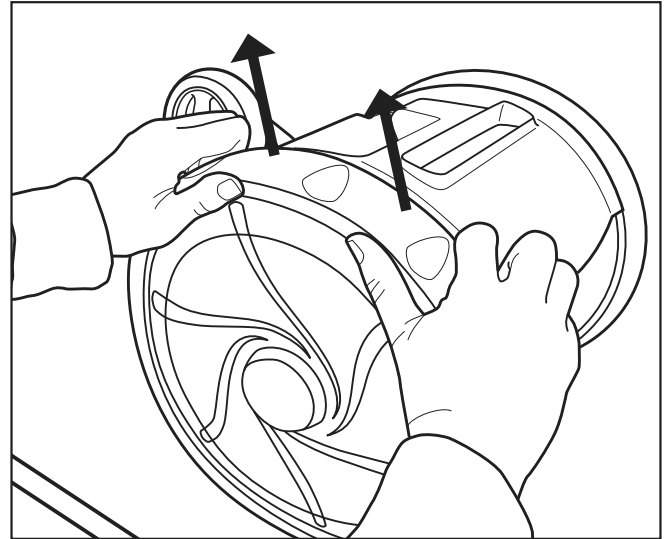

Figura 17. Hale el interior del neumático viejo
1. Con los dedos, hale el interior de la llanta vieja para retirar el borde del neumático de la rueda. Consulte la Figura 17.